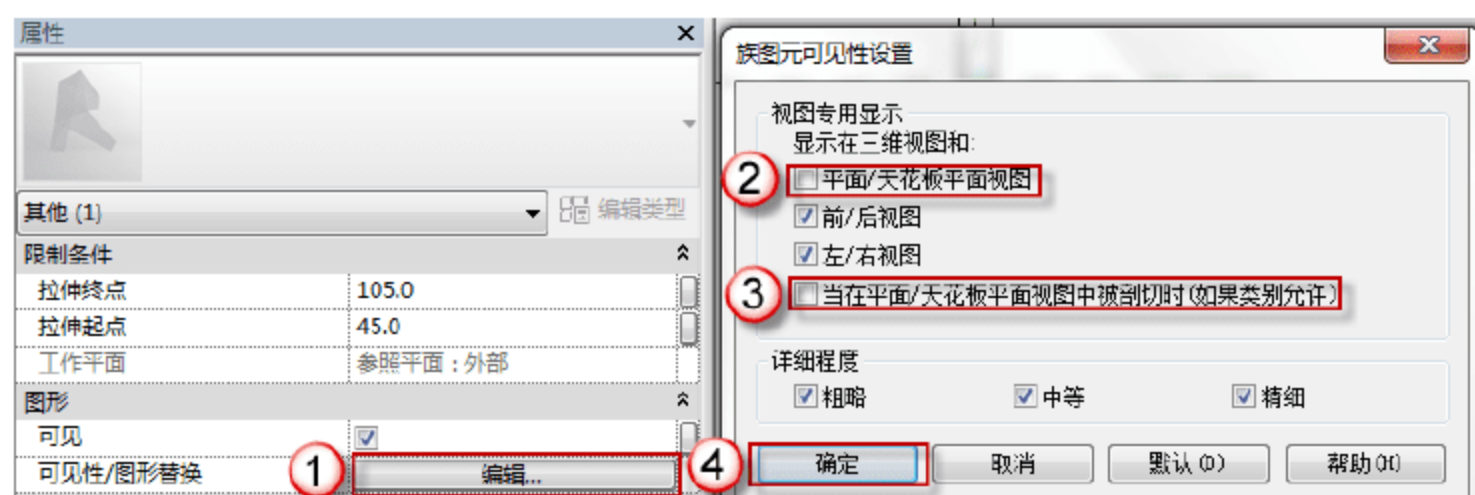

图 7.1.53 修改窗框的可见性
(6) 修改 C2017 窗框的可见性。在窗框的“属性”面板中, 单击“图形”栏“可见性/图形替换”后的“编辑”按钮, 弹出“族图元可见性设置”对话框, 取消“平面/天花板平面视图”和“当在平面/天花板平面视图被剖切时 (如果类别允许)”复选框的选择, 单击“确定”按钮, 如图 7.1.53 所示。